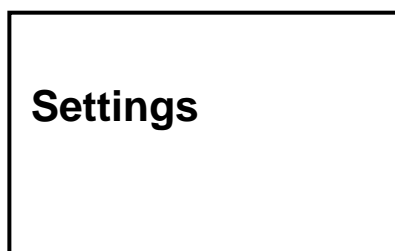

Fig. 4-8
- 2). Press  button and choose “**Settings**” (Fig. 4-8).